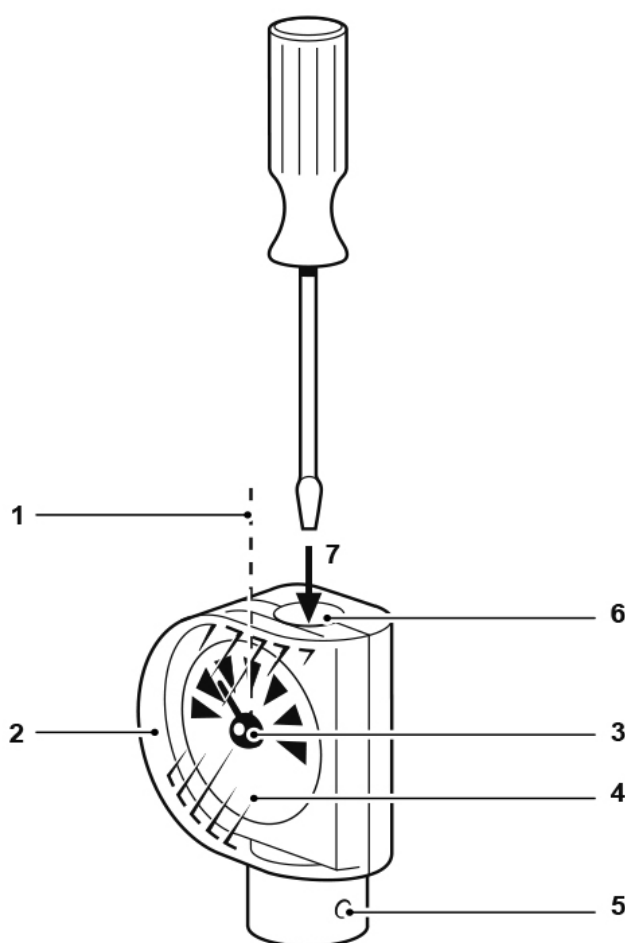

Fig. 6
Les instructions suivantes font référence à la Figure 6. L'aiguille doit être réglée sur le trait du milieu (1). Les réglages de la température désirée s'effectuent avec un tournevis convenablement dimensionné engagé dans la rainure (7) qui est située sur le cadran. Tourner dans le sens des aiguilles d'une montre pour baisser la température, et dans le sens contraire pour l'augmenter. Après la mise en route de l'installation, comparer la valeur lue sur le thermomètre avec celle affichée sur l'échelle de température du cadran indicateur. Un écart de quelques degrés peut être trouvé, et si la température doit être précise, on pourra faire coïncider les deux valeurs en effectuant les réglages suivants :
1. Retirer le couvercle transparent (2) du cadran et tourner l'aiguille (3) manuellement jusqu'à ce qu'elle corresponde à la température réelle.
2. Replacer le couvercle transparent (2).